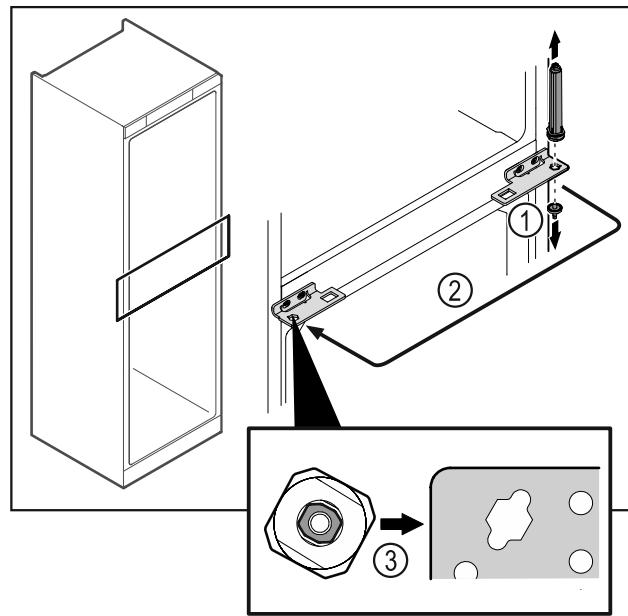

Fig. 48
- Відкрутити шарнірний палець Fig. 48 (1).
- Перемістити систему закриття дверей Fig. 48 (2).
- Під час встановлення слідкувати за правильною орієнтацією системи запирання дверей Fig. 48 (3).